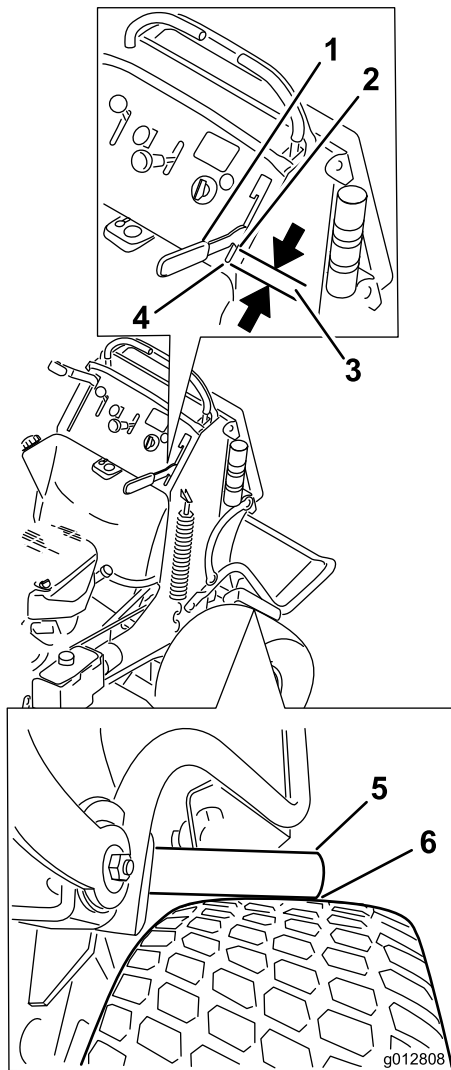

Bild 63
4. Aktivieren Sie den Bremshebel, bis die Bremsbügel gerade den Reifen berührt (Bild 63).
5. Messen Sie den Abstand von der Vorderkante des Handhebels bis zum Ende des Schlitzes am Armaturenbrett, wenn der Bremsbügel den Reifen berührt. Der Abstand muss 19 mm sein. Stellen Sie die Bremse ggf. ein (Bild 63).